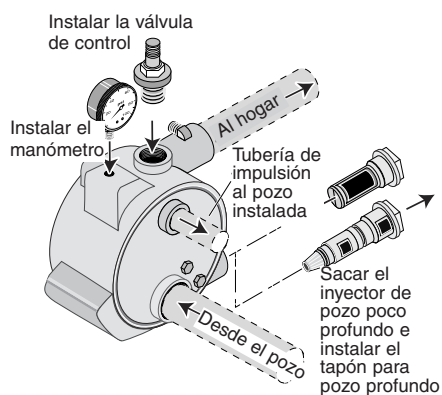

Figura 2: Configuración para pozo profundo
2. Instale la válvula de control, el manómetro y el tapón para pozo profundo en el cuerpo de la bomba (compre el juego por separado; consulte la figura 2). Cuando conecte al cabezal del pozo, asegúrese de ir desde la abertura pequeña a la abertura pequeña (impulsión) y desde la abertura grande a la abertura grande (aspiración). Si fuese necesario, use tuberías flexibles y dóblelas para hacer las conexiones correctas.
1. Instale la válvula de control, el manómetro y el tapón del inyector para pozo profundo en el cuerpo de la bomba. Consulte la figura 2. Compre el Juego de conversión para Pozos Profundos Modelo MDWC para obtener estas piezas.